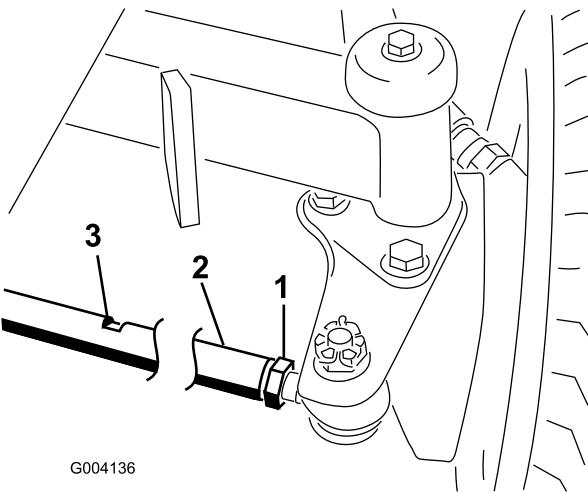

Figura 48
2. Afloje las contratuerca de ambos extremos del tirante (Figura 48).